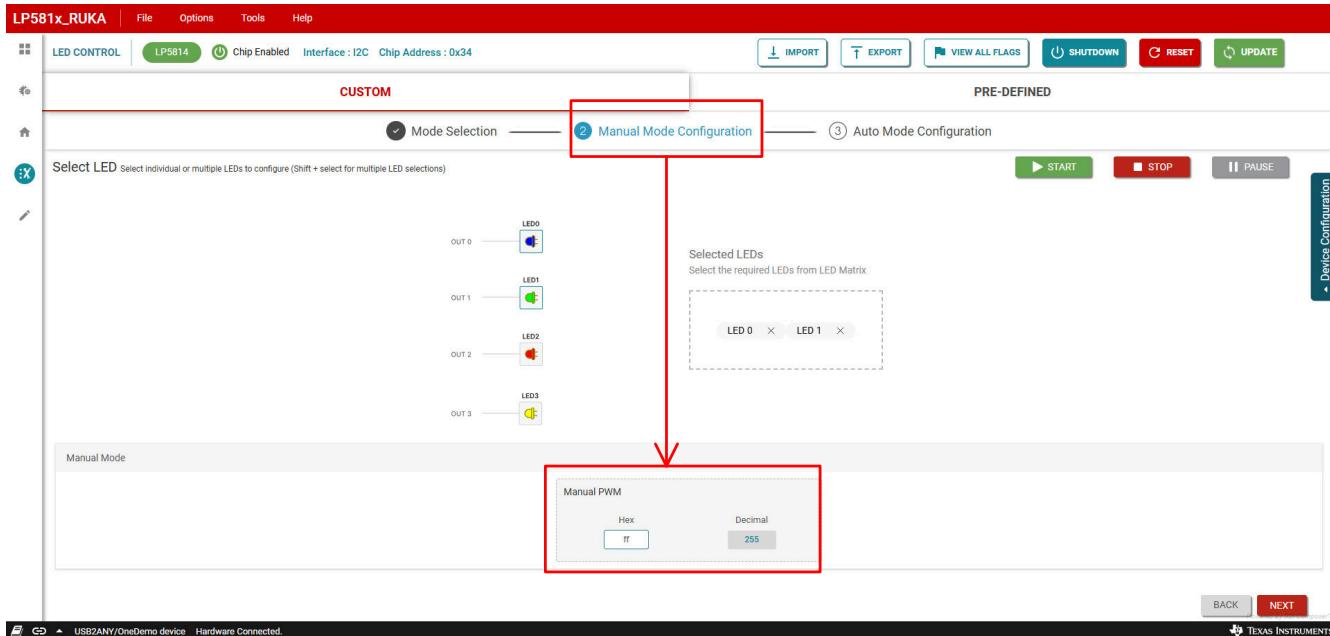

图 3-12. 手动 PWM 设置
7. 单击 *Manual Mode Configuration* 选项卡以打开手动 PWM 设置面板，如图 3-12 所示。在 *Manual PWM* 控件中输入数据，为选定的蓝色 LED 和绿色 LED 设置手动 PWM 值。